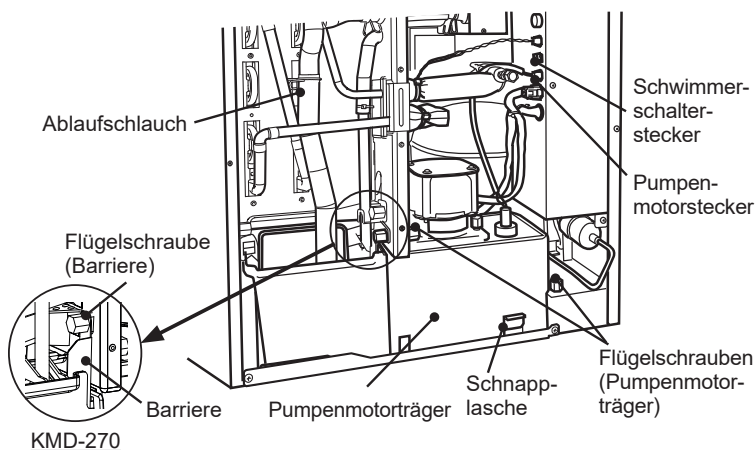

Abb. 3
- 2) Die beiden Flügelschrauben lösen, die den Pumpenmotorträger sichern. Bei KMD-270 die Flügelschraube lösen und die Barriere abnehmen. Siehe Abb. 3.
Darauf achten, dass der Ablaufschlauch hinter dem Kupferrohr verläuft, den Schlauch anschließen und sichern. Siehe Abb. 3. Andernfalls kann sich der Ablaufschlauch in der Frontisolierung verfangen und schlechte Ergebnisse verursachen.